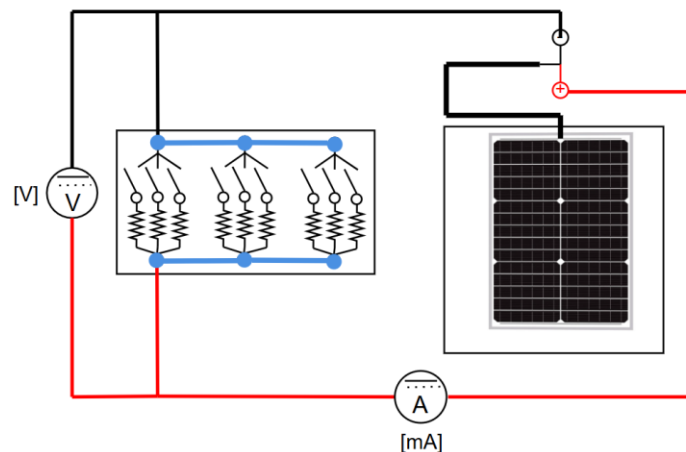

Fig. 61. Conexión para la medición de voltaje y corriente del panel solar bajo carga.
1. Conecte el módulo de carga resistiva EMS 8311 con un valor de 57.14Ω (todos los interruptores arriba) en paralelo a un panel solar y con 2 multímetros, conéctelos para medir corriente y voltaje en cd, como se muestra en la **Fig. 61**.